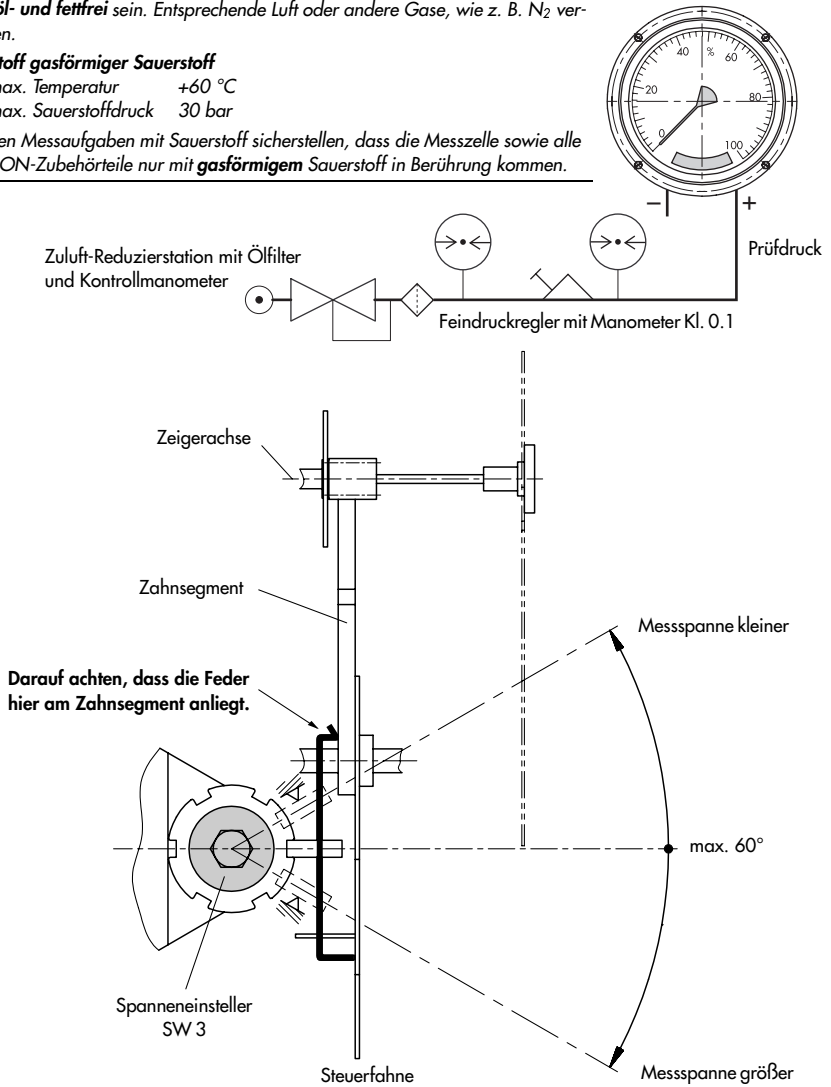

Bild 7 · Prüfanordnung und Messbereichsverstellung
- ▶ Die Einstellung soll am zweckmäßigsten am Prüfstand (Bild 7 oben) erfolgen.
*Sollte die Feder bei der Messbereichseinstellung durch Unachtsamkeit abgerutscht sein und statt am Zahnsegment an der Steuerfahne anliegen, geht der Zeiger bei Eingangsdruck 0 mbar über den 100 % Skalenbereich hinaus und nicht auf 0 %. In diesem Fall die Feder gemäß Bild 7 neu positionieren.*